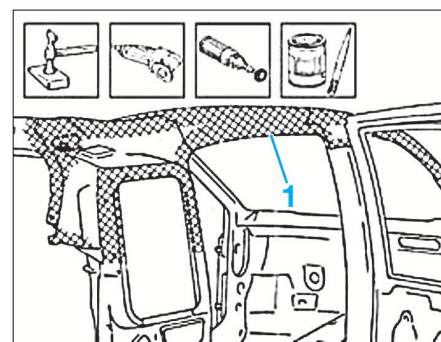

FIG. 48
• Nettoyer les zones (1) (Fig.48) sur le véhicule et sur les pièces neuves.